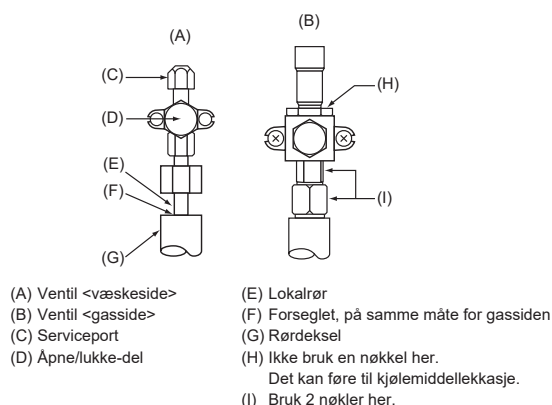

Fig. 4-5
4.4. Metode for å teste om kjølemiddelrør er lufttett (Fig. 4-5)
- Sørg for at ventilene (A) (B) er stengt. Du må heller ikke åpne dem.
- Sett trykk på kjølemiddellinjene gjennom serviceporten (C) i væskeventilen (A).